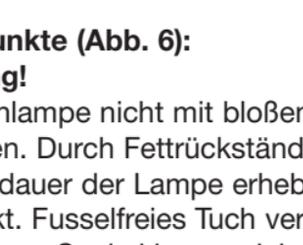

Abb. 2
4. Federn zusammendrücken und Strahler in das ausgesägte Loch einsetzen (siehe Abb. 2)